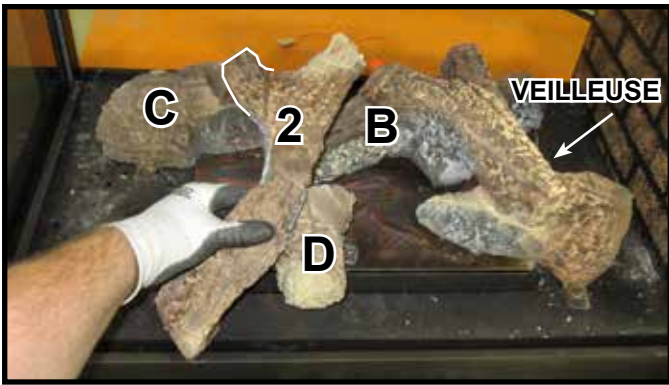
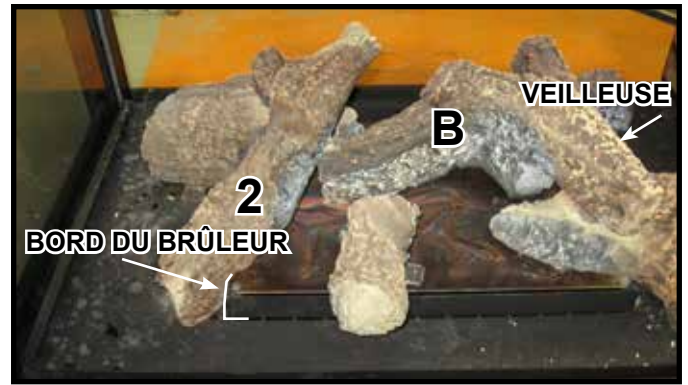

Figure 5. Positionnement de la bûche n° 2
Figure 6. Positionnement de la bûche n° 2
ÉTAPE 2. Bûche n° 2 (SRV2129-705) : Repérer la partie de la bûche n° 2 en surbrillance à la figure 5. Placer cette partie de la bûche n° 2 dans l'indentation de la bûche C. La bûche n° 2 doit reposer sur le bout de la bûche B. Glisser la partie inférieure de la bûche n° 2 vers le bord du brûleur tel qu'illustré à la figure 6.